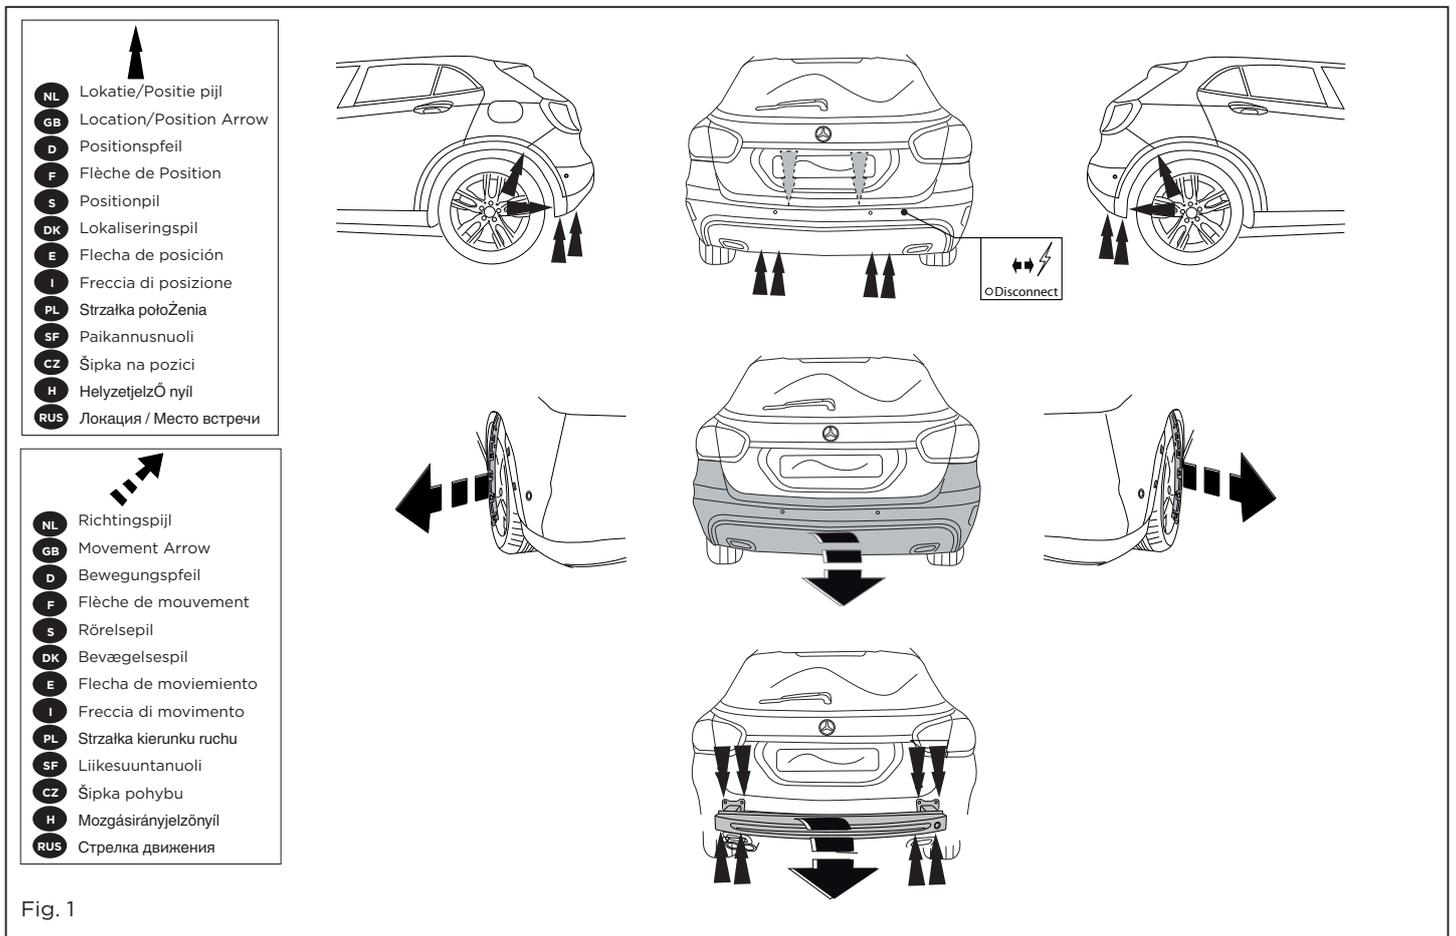

Fig. 1
1. Die Stoßstange einschließlich des stählernen Stoßbalkens vom Fahrzeug abmontieren. Der Stoßbalken wird nicht mehr benötigt. Siehe Abbildung 1.
1. Zdemontować z pojazdu zderzak wraz ze stalową belką zderzakową, belka zderzakowa nie będzie ponownie używana. Patrz rysunek 1.
1. Déposer le pare-chocs du véhicule y compris la traverse en acier la traverse ne sera plus utilisée. Voir la figure 1.